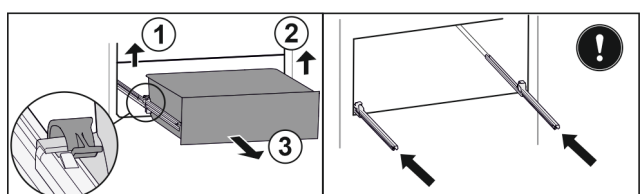

Fig. 98
- ▶ Приподнимите левый зажим и одновременно вытяните движением вперед выдвижной ящик слева. *Fig. 98 (1)*
- ▶ Приподнимите правый зажим и одновременно вытяните движением вперед выдвижной ящик справа. *Fig. 98 (2)*
- ▶ Извлеките выдвижной ящик движением вперед. *Fig. 98 (3)*